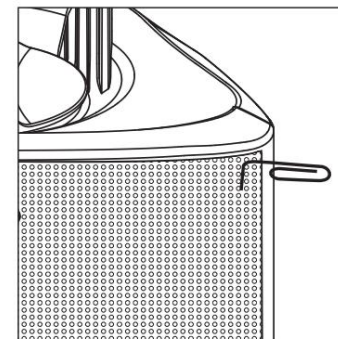

FIGURA 5: Scoateți grila folosind o agrafă de hârtie.
1. Separați componentele difuzorului: Scoateți suporturile și butoanele suporturilor. Scoateți grila agățând-o cu grijă cu o agrafă de hârtie îndoită și trăgând-o ușor de pe dulap [figura 5].